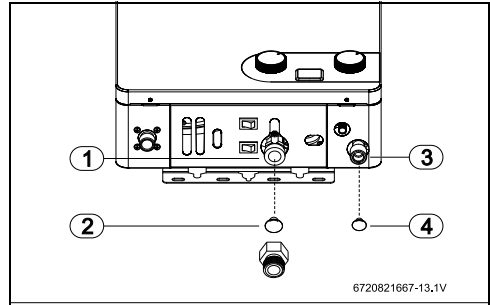

Fig. 15 Substituir los filtros
- ▶ Retire el filtro de gas (Fig. 15, [2]);
- ▶ Retire el filtro de agua (Fig. 15, [4]);